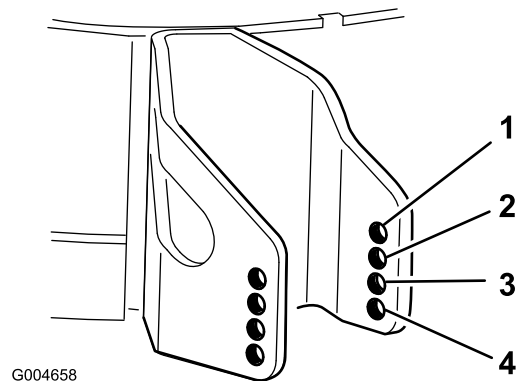

Bild 23
- Wählen Sie ein Loch, bei dem die Antiskalpierrolle der gewünschten Schnitthöhe so nahe wie möglich ist (Bild 23).